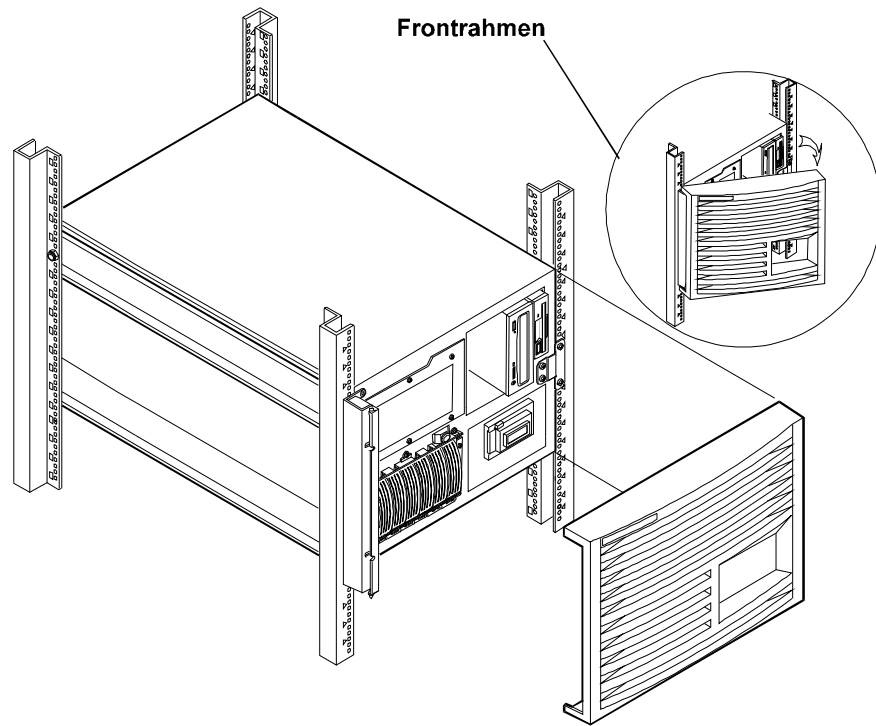

Abbildung 8-18. Anbringen des Frontrahmens
13. Setzen Sie den Frontrahmen auf den Server auf, so daß er sich nach links schwenkend für den Zugang zum internen Massenspeichergehäuse des HP NetServers LH 3r öffnen läßt (siehe Abbildung 8-18).